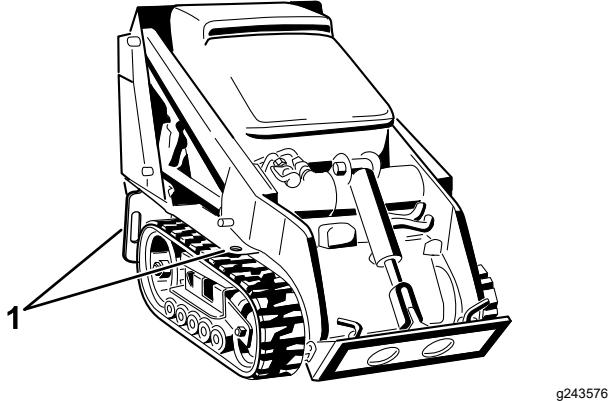

Figura 21
8. Utilizzate gli anelli di ancoraggio in metallo sulla macchina per fissare saldamente la macchina al rimorchio o all'autocarro con fascette, catene, cavi o funi (Figura 21). Fate riferimento ai regolamenti locali per i requisiti di ancoraggio.
Potete sollevare la macchina utilizzando gli ancoraggi/anelli di sollevamento come punti di sollevamento; fate riferimento a Figura 21.